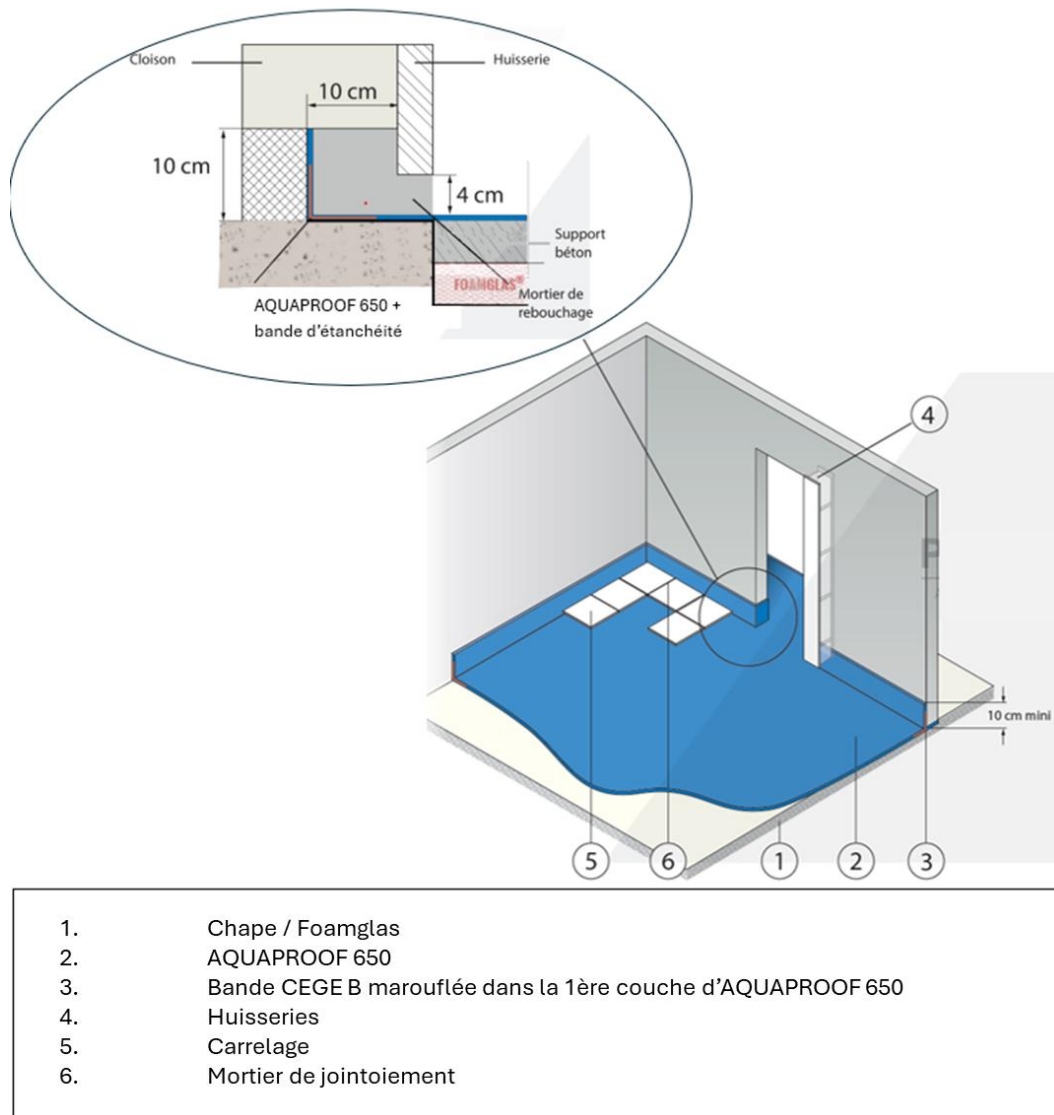

Figure 11 : traitement des huisseries
5.675 Huisseries (cf. figure 11)